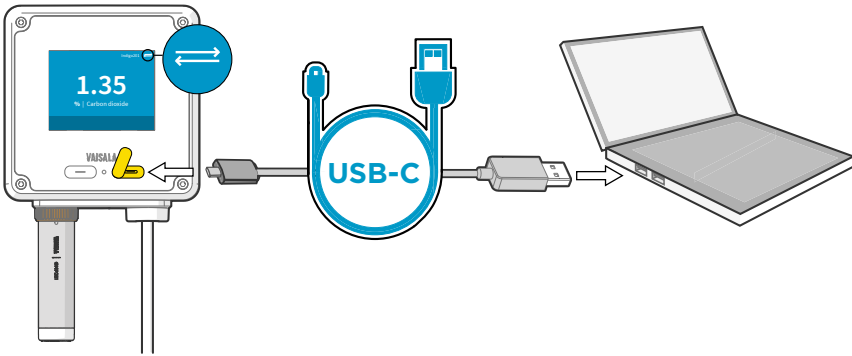

图 27 使用 USB-C 电缆将 Indigo200 数据处理单元连接到 Insight PC 软件
5. 在带显示屏的数据处理单元型号中，当 USB 电缆连接处于活动状态时，数据处理单元显示屏的右上角会显示 USB 连接图标（请参见 图 27 \(第 72 页\)）。